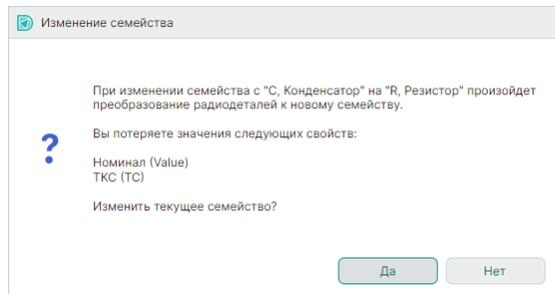

Рис. 307 Подтверждение изменения семейства
- В случае, если атрибуты семейств не совпадают полностью, будет получено предупреждение с перечислением атрибутов, которые будут утеряны. Для подтверждения операции нажмите «Да», для отмены операции нажмите «Нет», см. Рис. 307;